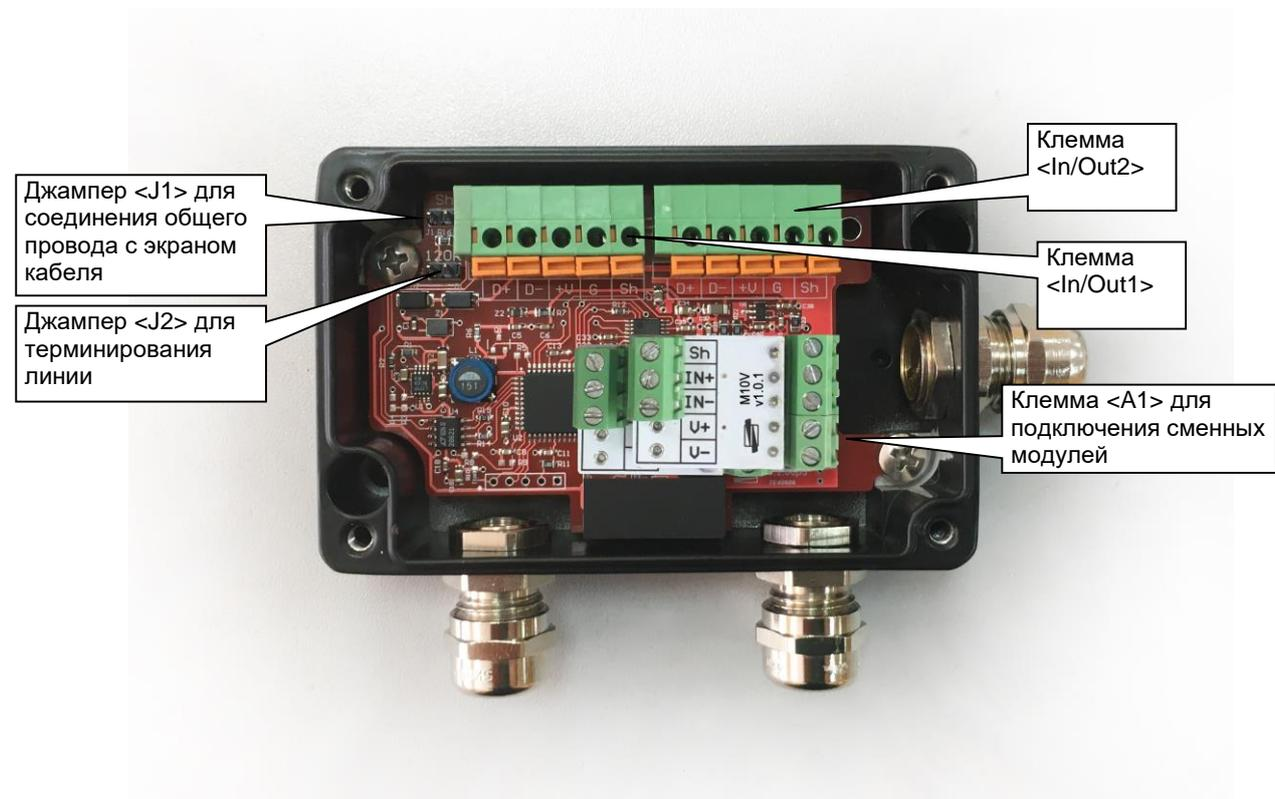

Рисунок 3 – Внешний вид платы преобразователя
3.2.2 На рис.3 представлен общий вид печатной платы преобразователя с сменным модулем.